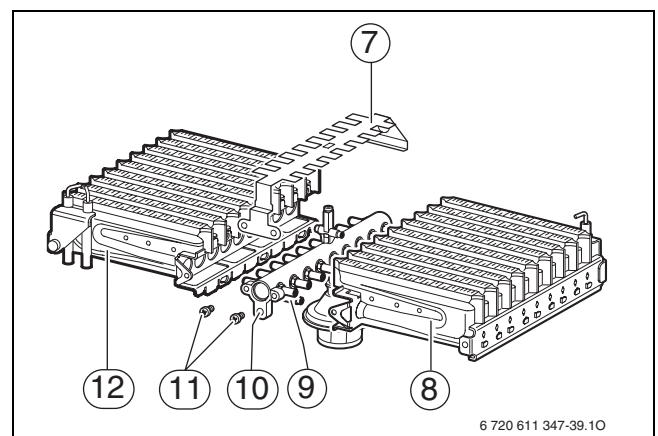

Рис. 51
- ▶ Видалити гвинти (11) (→ рис. 51).
- ▶ Зніміть міст (7).
- ▶ Зніміть гвинти на точках кріплення (9). Зніміть ліву та праву частину пальника (12 та 8) із штуцера (10).